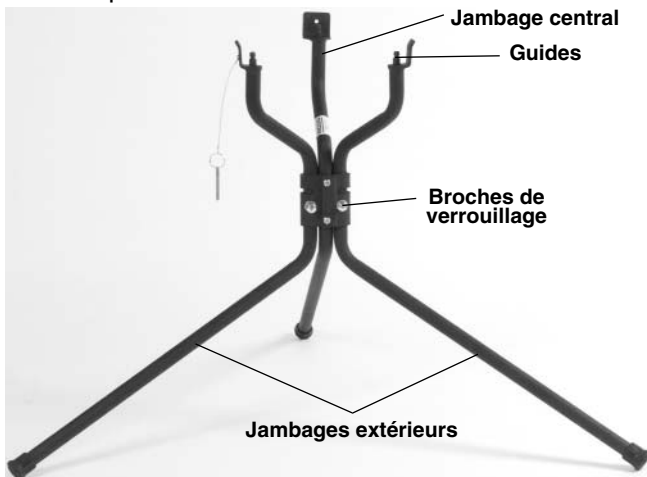

Figure 3 – Trépied n° 120 en position déployée
- Déployez les deux jambages extérieurs du trépied n° 120 jusqu'à ce que leurs broches de verrouillage s'engagent (*Figure 3*), puis posez-le au sol.
- Positionnez la fileteuse sur le trépied n° 120 en la prenant par ses poignées de manutention avant et arrière et en vous assurant que l'embase de l'appareil s'engage sur les guides du trépied, comme indiqué à la *Figure 3*. Le jambage central du trépied devrait alors s'aligner sous le dispositif de centrage arrière de la fileteuse.